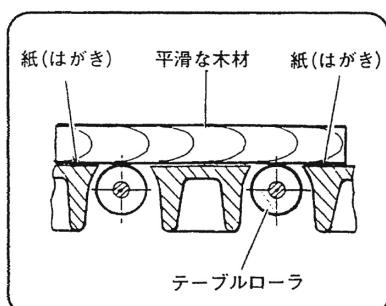

図 19
- (3) 調整は平滑な木材の下にはがきをあてておき、テーブルローラが木材に接するようにすると簡単にできます。(図 19)